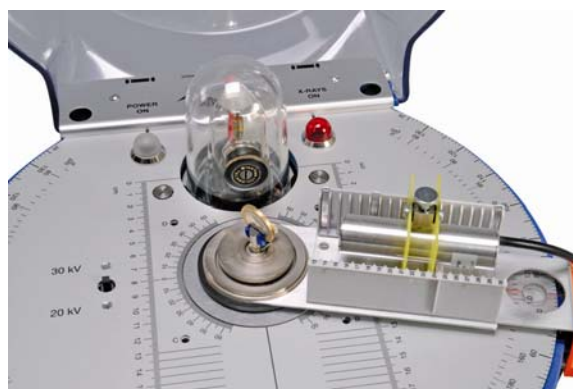

Fig. 2 Instalação do detector de energia de raios X no braço do goniômetro do aparelho de raios X (U192001)
- Inserir o suporte do detector de energia de raios X na distância desejada no magazine do braço do goniômetro (ver Fig. 2).